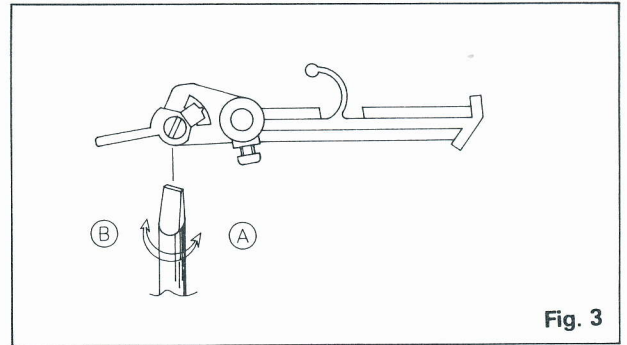

Fig. 3
- Durch Drehen im Uhrzeigersinn verschiebt sich der Abstellpunkt nach innen (Fig. 3).
- Lock Tone Arm to the Arm Rest and turn adj. screw (Fig. 3).